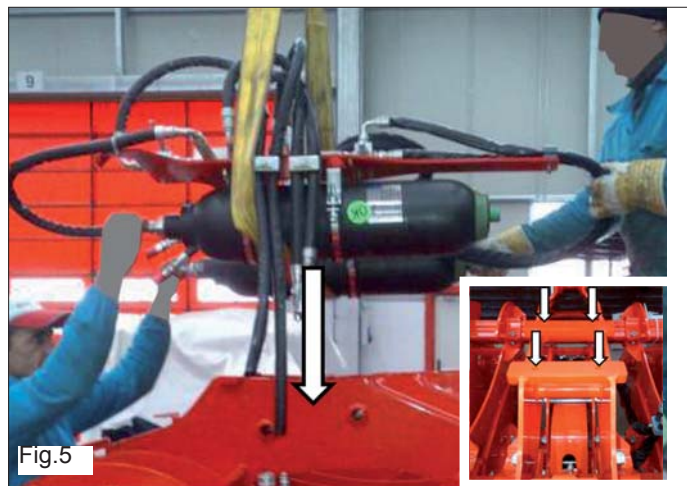

Fig.5
2. Lorsque l'équipement est soulevé du sol (aucun contact entre les ameublisseuses et le sol), brancher l'unité des accumulateurs à l'installation de la machine avec deux raccords rapides. (Fig.5)